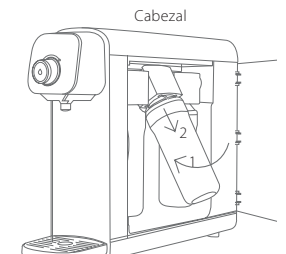

Figura 37.
- 4b. Una vez realizada esta acción, únicamente gira el Cartucho correspondiente hacia la izquierda y retíralo de su cabezal (ver Figura 37).